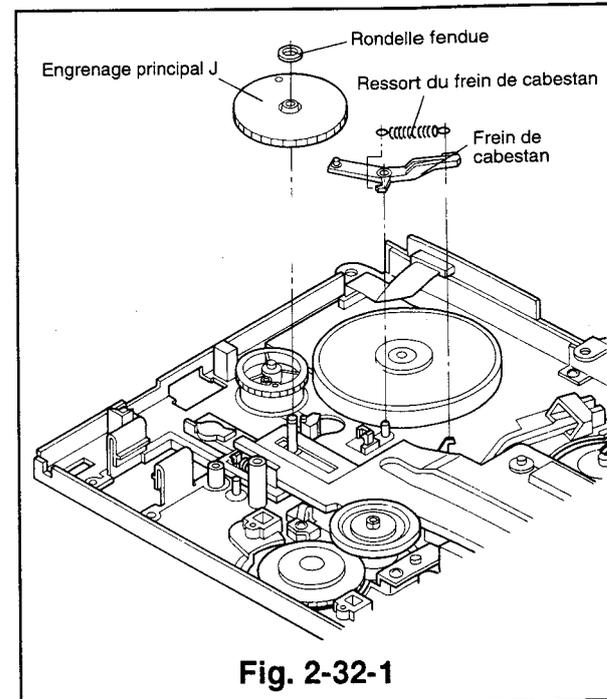

Fig. 2-32-1
- 4) Enlever le frein de cabestan ainsi que le ressort du frein en les soulevant. (Voir Fig. 2-32-1)